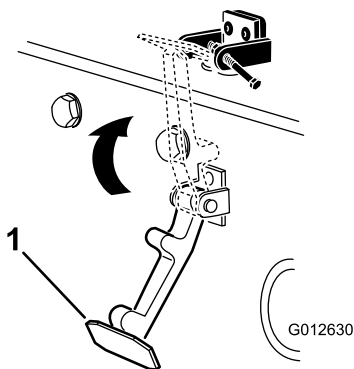

**Figura 6**
7. Prindei clichetul capotei pe suportul clichetului capotei (Figura 6).